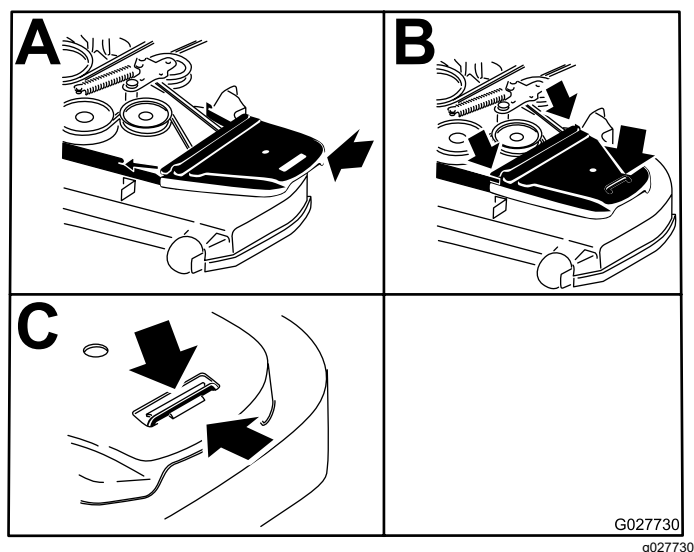

Figure 69
12. Posez les protège-courroies (Figure 69).